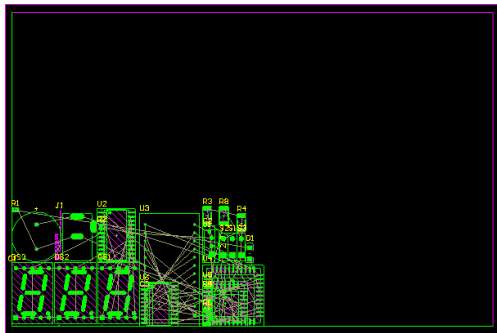

图 13-4 自动布局结果
(5) 任意选择一种自动布局器, 单击 **OK** 按钮系统即开始自动布局, 完成后的结果如图 13-4 所示。